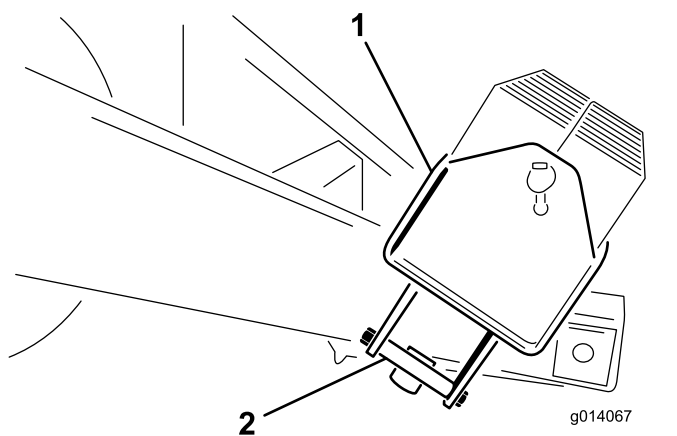

Figura 5
2. Rimuovete i bulloni ( $\frac{1}{2}$ " x  $5\frac{1}{2}$ "") dalla staffa di montaggio che regge la scatola della zavorra. Eliminate le staffe di montaggio (Figura 5).